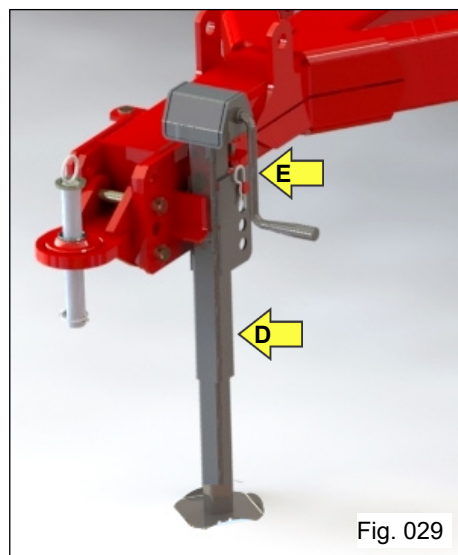

Fig. 029
- 7) Acople o conjunto levante mecânico na posição "D", com a trava "E" (Fig. 029). Ajuste-o ao solo de forma que mantenha o cabeçalho apoiado;